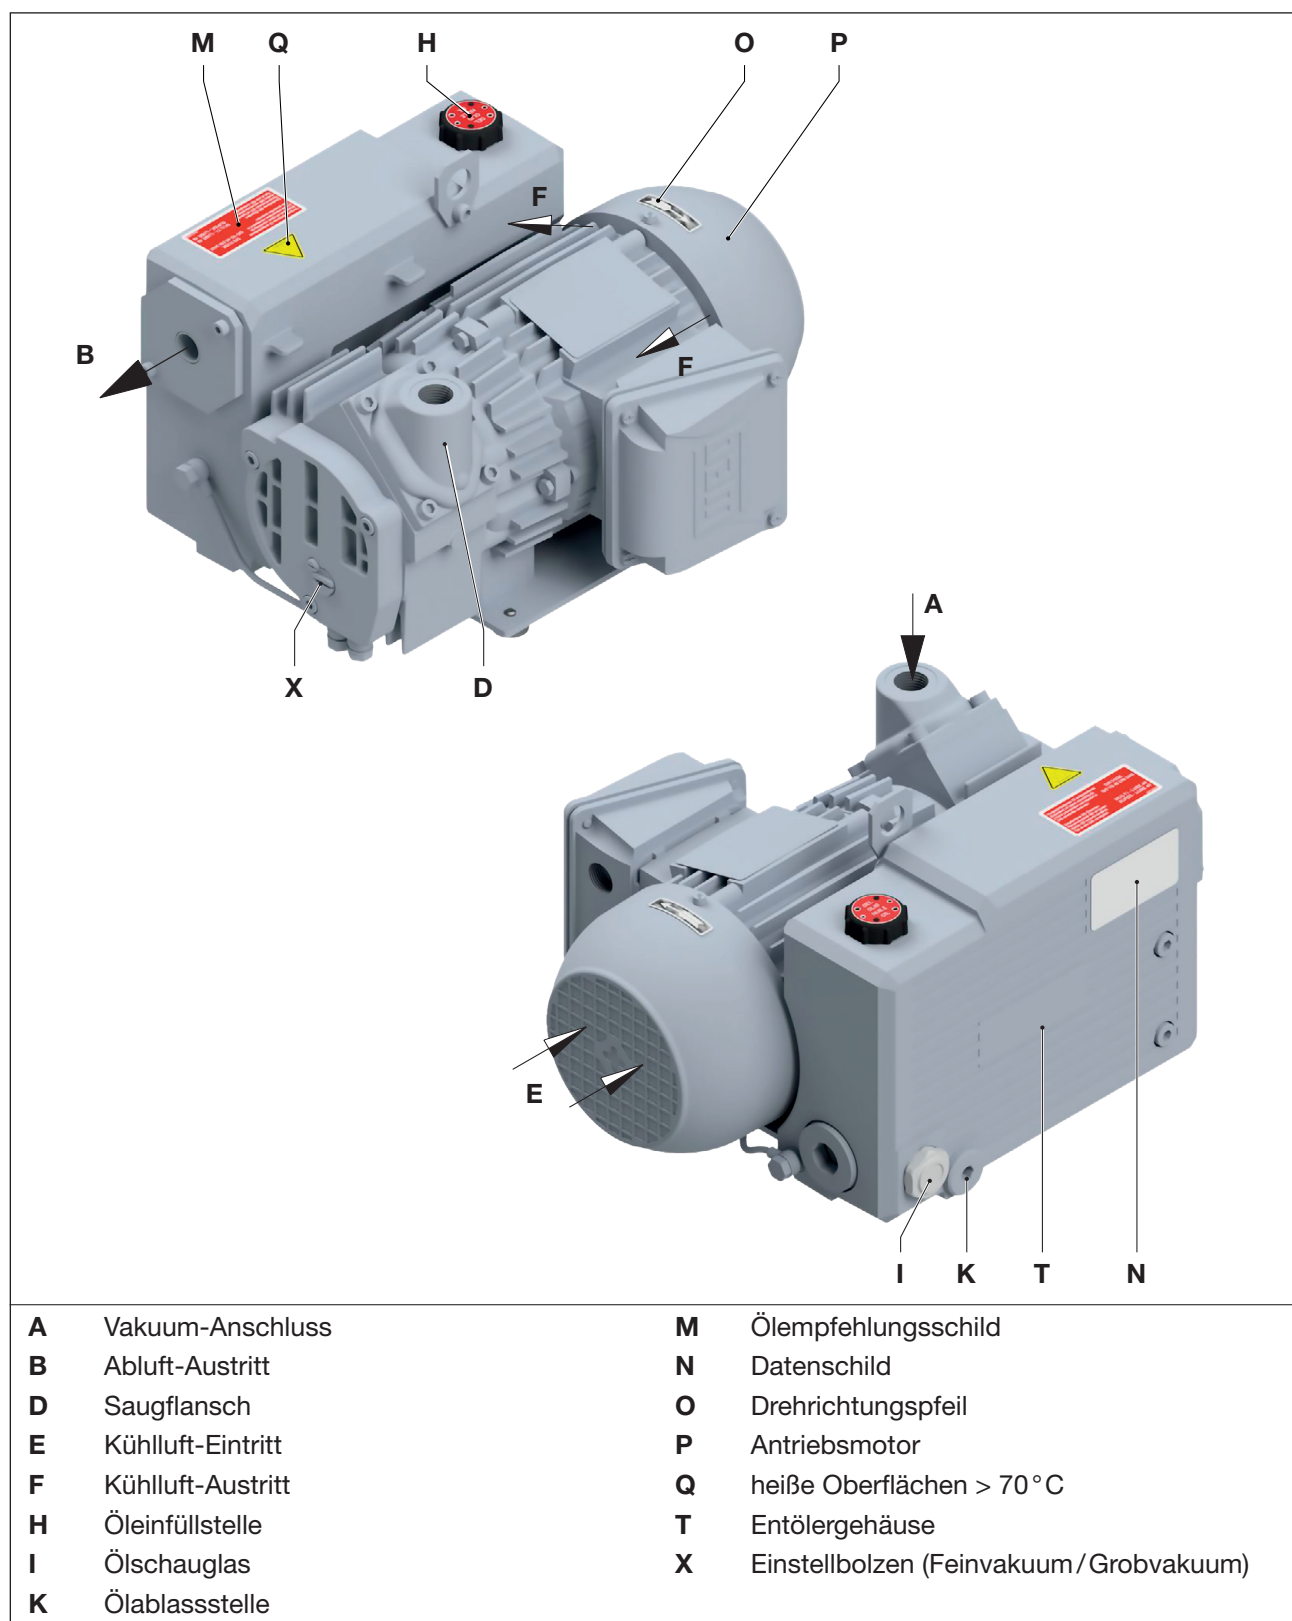

Abb. 2 Vakuumpumpe V-VGD 10 / 15
- Saugflansch (Abb. 2/D), Öleinfüllstelle (Abb. 2/H), Ölschauglas (Abb. 2/I) und Ölablass (Abb. 2/K) müssen leicht zugänglich sein.
Der Vakuumanschluss (Abb. 2/A) befindet sich auf dem Saugflansch (Abb. 2/D).
- Blindstopfen an Sauganschluss (Abb. 2/A) und Abluftaustritt (Abb. 2/B) entfernen.